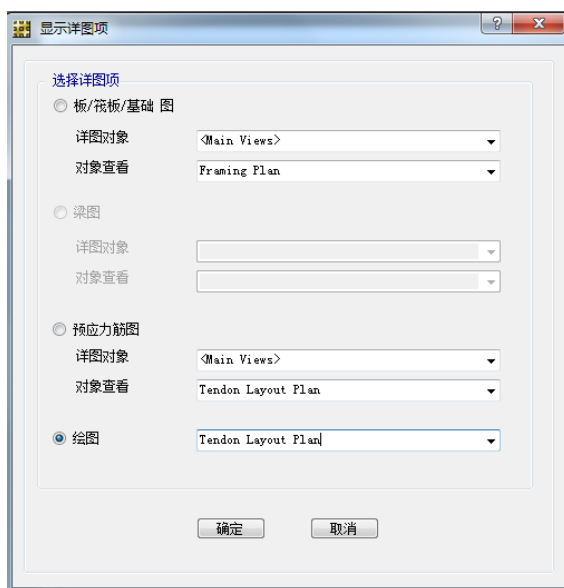

图45 显示详图项对话框
- M. 点击命令**详图菜单 > 显示详图**打开显示详图项对话框，如图 45 所示。